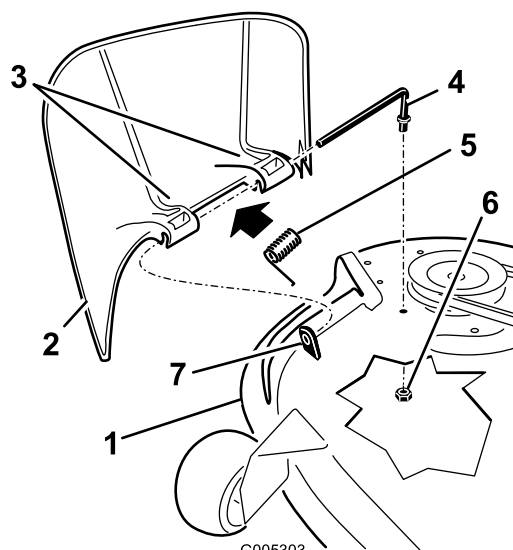

Figure 59
- Repérez les éléments illustrés à la Figure 59.
- Retirez l'écrou (3/8 po) de la tige, sous le tablier de coupe (Figure 59).
3. Sortez la tige de la courte cheville de positionnement, du ressort et du déflecteur d'herbe (Figure 59). Enlevez le déflecteur s'il est endommagé ou usé.
4. Remettez en place le déflecteur d'herbe (Figure 59).
6. Placez le ressort sur la tige, les fils d'extrémité dirigés vers le bas, entre les supports du déflecteur d'herbe. Insérez la tige dans le deuxième support du déflecteur d'herbe (Figure 59).
7. Insérez la tige à l'avant du déflecteur dans la courte cheville de positionnement sur le tablier. Fixez l'extrémité arrière de la tige dans le tablier de coupe à l'aide d'un écrou (3/8 po) (Figure 59).